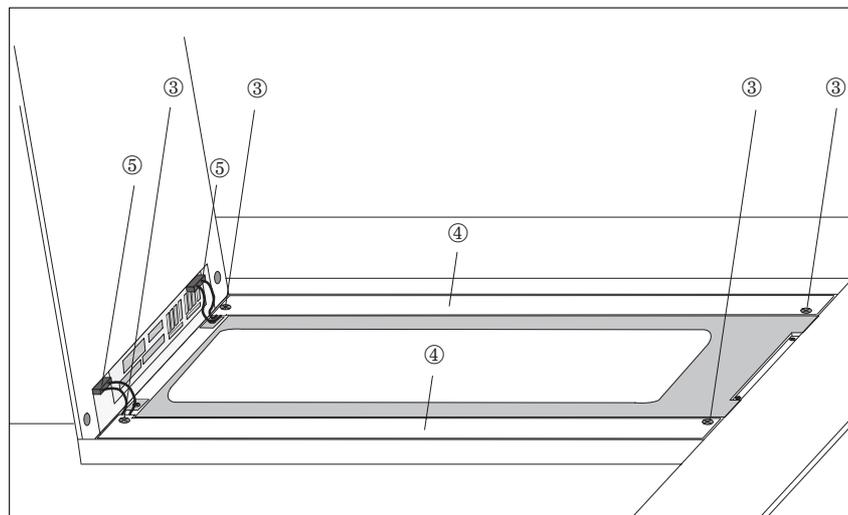

Figura 18-1 Sostituzione della retroilluminazione
3	<p>Allentare per ogni tubo fluorescente le due viti ③ (vedi figura 18-1) e togliere la copertura ④.</p>